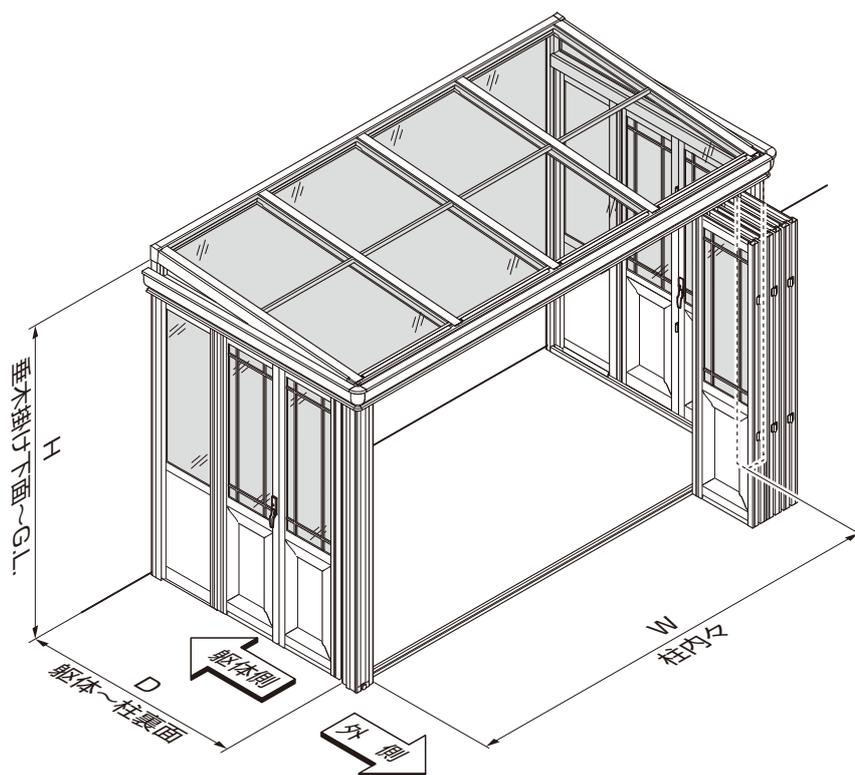

図1-2
- ④ 束柱の位置から、両側の柱位置を決めてください。
- ⑤ 基準となる箇所の寸法を図1-2を参照し、必要部分の墨出しをしてください。